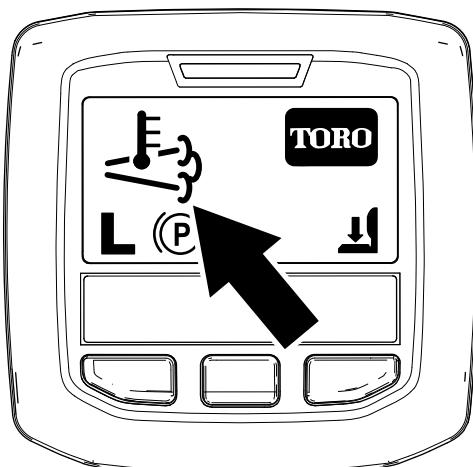

Figura 63
- El ícono de alta temperatura del escape aparece en el InfoCenter (Figura 63).